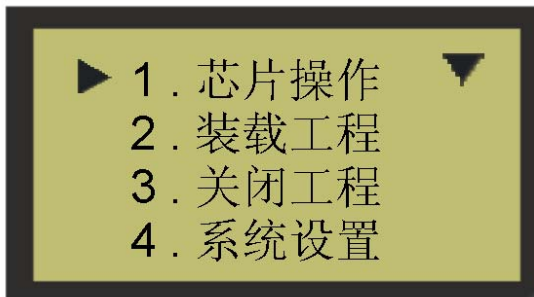

图 2.7.3 操作界面
d. 按一下控制面板上的任意一键进入主菜单如图 2.7.3: